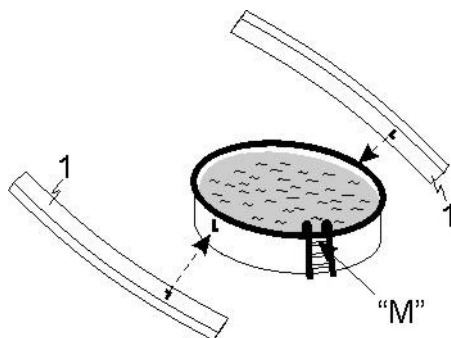

Abb. 1.1
Schritt 1: Markierungen am Schwimmbaden (Abb. 1.1 und 1.2)
Als nächstes werden laut Tabelle die Abstände „L“ für die beide „C“ Profile (1) in beiden Richtungen vom Ausgangspunkt >M< abgemessen (Abb. 1.1). Bei **ovalen** Becken befinden sich die „L“ Punkte genau in der Mitte beider Rundungen.
Das kürzere Ende gemessen vom „L“ liegt näher der Einstiegsleiter (Abb. 1.1).